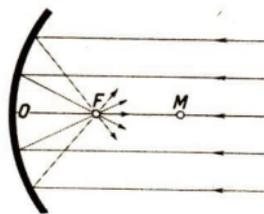

Abb. 168 Sonnenstrahlen fallen auf einen Hohlspiegel
**Der Hohlspiegel.** Die Strahlen, die unsere künstlichen Lichtquellen aussenden, gehen auseinander. Sonnenstrahlen dagegen sind wegen der großen Entfernung der Sonne von der Erde als *gleichlaufend* oder *parallel* anzusehen. Fallen sie auf den Hohlspiegel, so werden sie so zurückgeworfen, daß sie sich in einem Punkt, dem *Brennpunkt F* (Abb. 168), treffen. Halte deine Hand an diese Stelle! Erkläre den Namen! Der Mittelpunkt *O* der Spiegelfläche heißt *optischer*2) *Mittelpunkt*. Den Mittelpunkt *M* der Kugel, von der der Hohlspiegel ein Teil ist, nennt man *Krümmungsmittelpunkt*. Die Gerade, die durch *M* und *O* bestimmt ist, heißt die *optische Achse* oder *Hauptachse*. Auf ihr liegt auch der Brennpunkt.